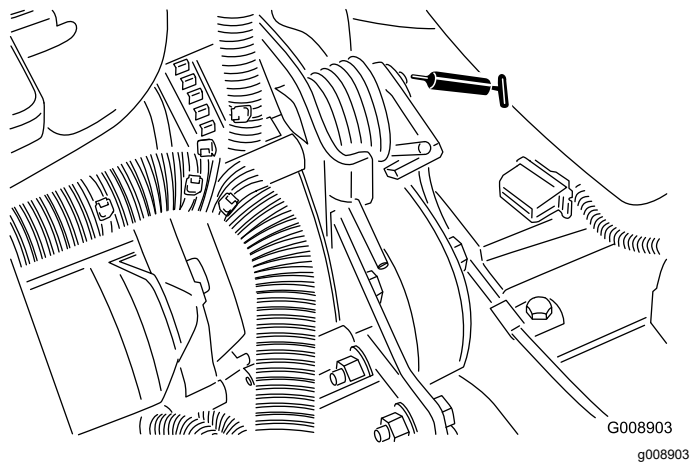

Figura 42
- Pivot de tensionare curea (Figura 42)